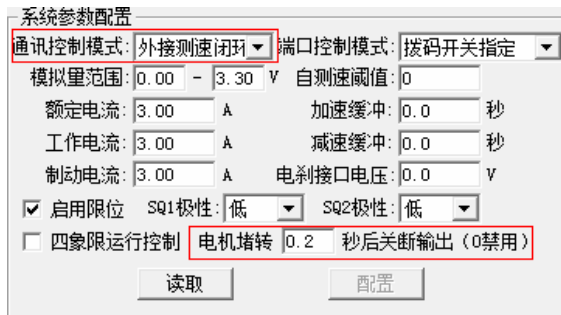

图 5.106 位置控制工作模式配置
- 4) 将通讯控制工作模式寄存器（0x0080）低字节配置为外接测速闭环(0x03)；若装置无限位开关，且使用堵转限位方式，还须将堵转停止时间寄存器（0x0081）配置为非零较小值，如图 5.106 所示。